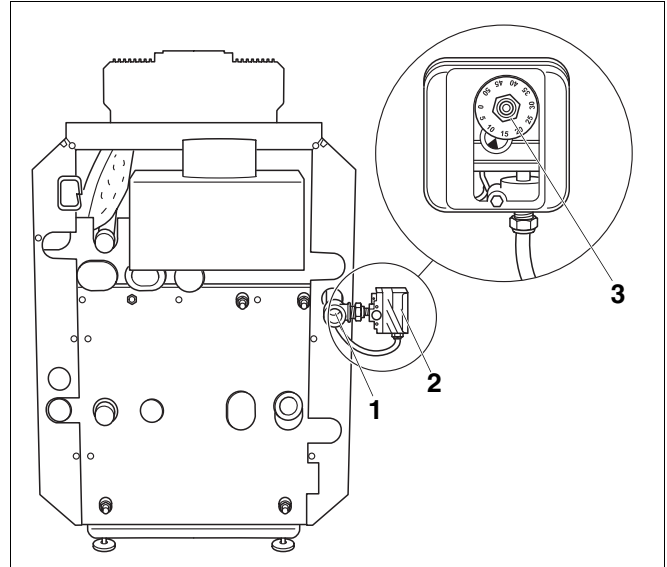

Abb. 47 Gasdruckwächter installieren
- Gasdruckwächter (Abb. 47, **Pos. 2**) unmittelbar am Gasanschluss (Abb. 47, **Pos. 1** und Abb. 23, Seite 38) des Heizkessels mit der Einstellscheibe (Abb. 47, **Pos. 3**) nach oben oder nach außen in der Gasleitung eindichten (Reduziernippel verwenden).